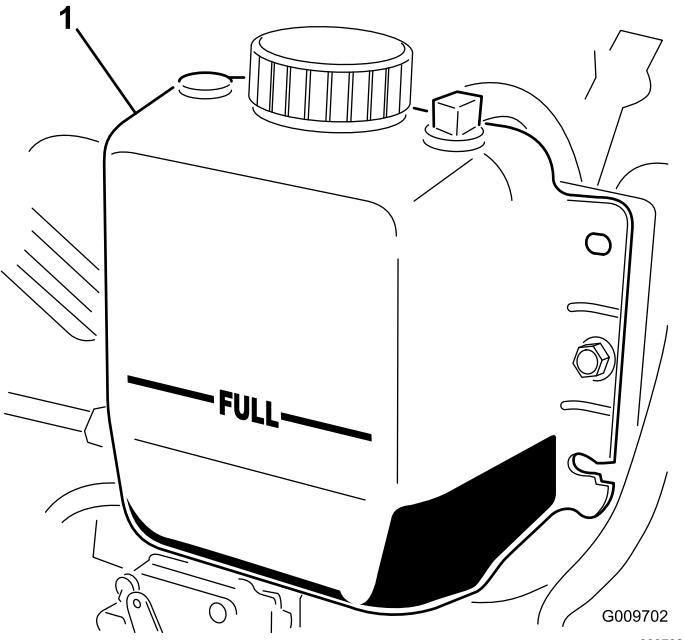

Figura 110
3. Compruebe el nivel de refrigerante del radiador. El radiador debe llenarse hasta la parte superior del cuello de llenado, y el depósito de expansión debe llenarse hasta la marca LLENO (Figura 110).